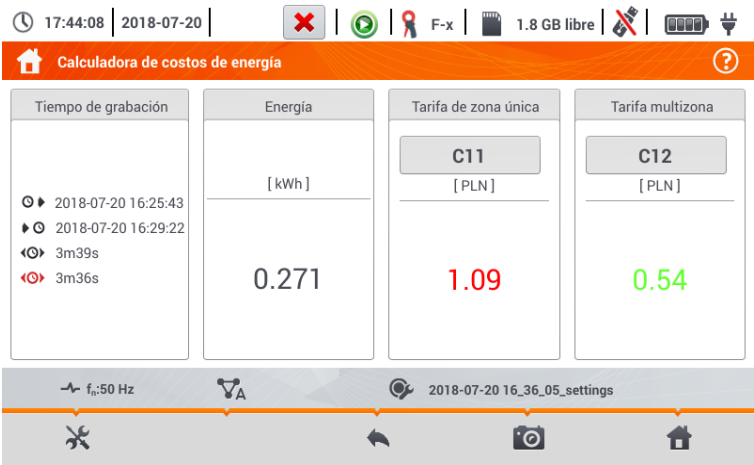

Fig. 5.28. Pantalla de resultados de las tarifas de energía
Cuando los parámetros registrados por el registrador incluyen la energía activa E_p , es posible calcular los costes de energía según las tarifas establecidas por el usuario. Para pasar a la pantalla de tarifas, en la barra de menú en la pantalla de resumen de registro (**sección 5.7** paso ③) hay que seleccionar el icono . Se mostrará la pantalla del coste de energía como en la **Fig. 5.28**. Las siguientes secciones presentan: